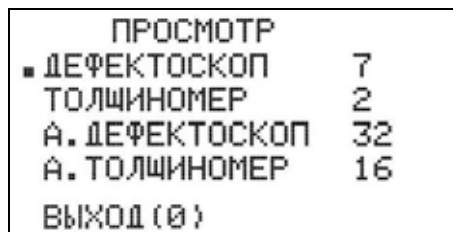

Рисунок 37 - Меню выбора типа результатов УЗК для просмотра.
5.6.1.1 Из режима основного меню, нажав клавишу «5», войти в меню просмотра результатов УЗК (см. рисунок 37).
5.6.1.12 Последующее нажатие клавиши « 0 » переводит дефектоскоп в меню просмотра результатов УЗК (см. рисунок 37), а повторное нажатие – в основное меню.
5.6.2.1 Из режима основного меню, нажав клавишу «5», войти в меню просмотра результатов УЗК (см. рисунок 37).
5.6.2.10 Последующее нажатие клавиши « 0 » переводит дефектоскоп в меню просмотра результатов УЗК (см. рисунок 37), а повторное нажатие – в основное меню.